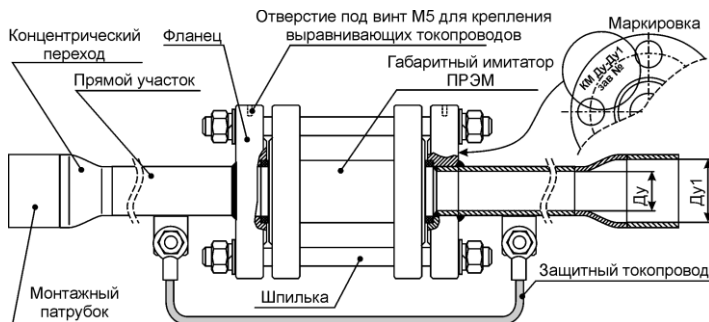

Рисунок 13 – Внешний вид КМ
Внешний вид монтажного комплекта «КМ» представлен на рис. 13.
- Электрически соединить между собой два участка трубопровода. Для этого используется защитный токопровод из комплекта «КМ» (см. рис. 13) или стальная полоса 20×4 мм, привариваемая к участкам трубопровода. Во всех случаях токопровод не должен препятствовать монтажу/демонтажу преобразователя.